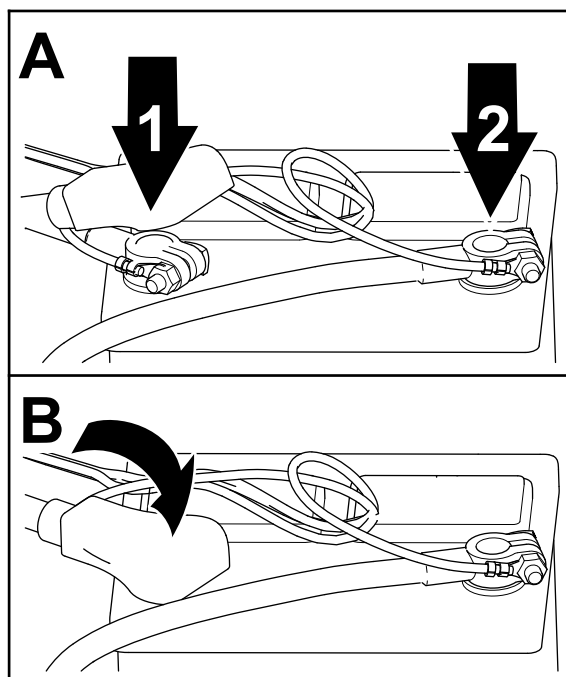

Figura 21
1. Coloque o cabo negativo da bateria no polo negativo (Figura 21).
3. Coloque o cabo positivo da bateria no polo positivo (Figura 21).
5. Coloque o isolamento sobre o polo positivo da bateria (Figura 21).